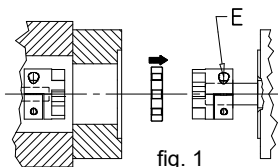

fig. 1
Un semigiunto deve essere calettato sull'estremità d'albero servo motore privo di linguetta (se presente, toglierla, ved. fig. 1). In caso di un alto numero di avviamenti/ora e carichi elevati, occorre richiedere preventivamente l'esecuzione speciale: «**Giunto con cava linguetta**».
**Inserire il semigiunto sull'albero del servo motore, come indicato in fig. 1, a filo della sede dell'anello di elastomero.**